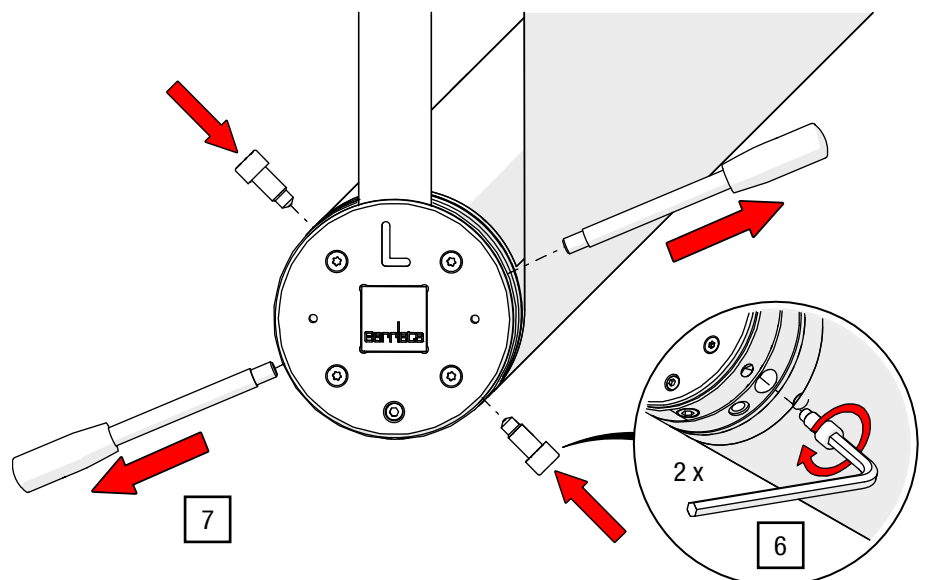

Abb. 33: Arretierschrauben fixieren und Spannhebel lösen
6. Drehen Sie die Arretierschrauben mit dem Innensechskant SW 19 handfest in die vorgesehenen Positionen (siehe Abb. 33).
7. Lösen Sie die Spannhebel (siehe Abb. 33).